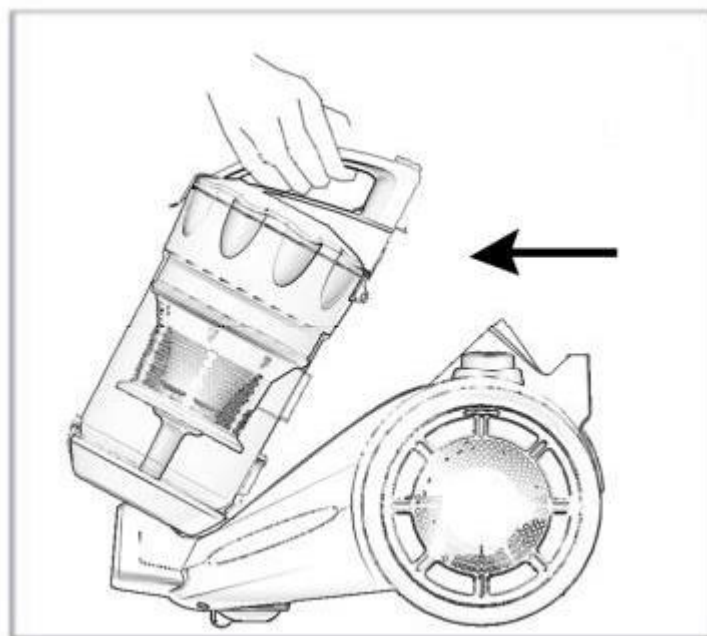

Рис.8
2. Вы можете достать пылесборник вместе с системой чистки с помощью ручки . Нажмите на кнопку блокировки и потяните контейнер на себя, держась за ручку. (Рис.8)